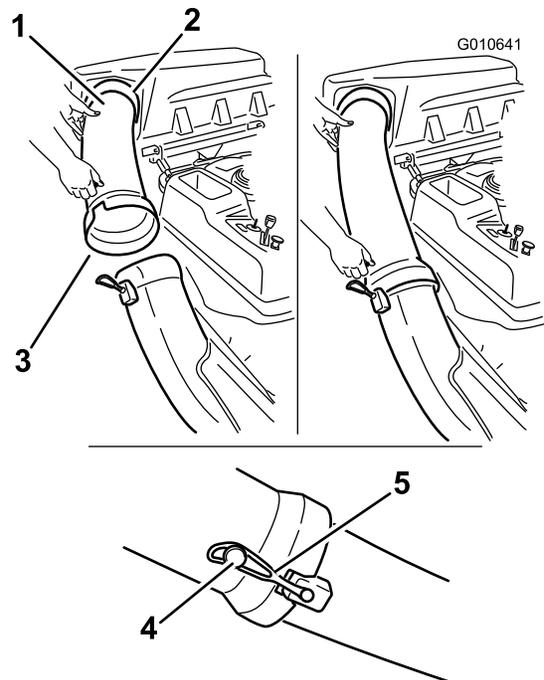

Figura 29
1. Introduzca el extremo curvo del tubo de descarga en el orificio de la tapa del ensacador (Figura 29).
2. Coloque el extremo abocinado del tubo de descarga sobre el extremo del conducto. Enganche la correa de goma del conducto alrededor de la clavija del tubo de descarga para sujetar éste (Figura 29).